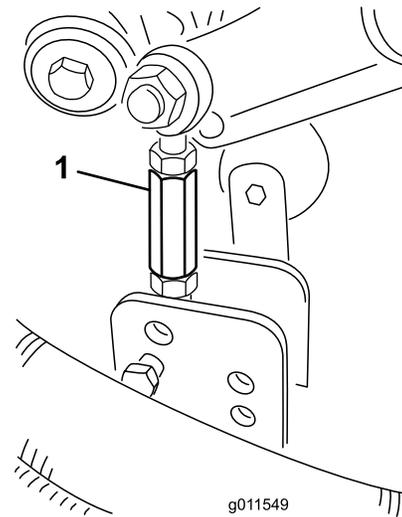

Figure 25
8. Enlevez les goupilles fendues et les axes de chape qui fixent les biellettes d'amortisseurs aux supports du plateau de coupe (Figure 25). Alignez les trous de la biellette d'amortisseur avec ceux du support de hauteur de coupe sélectionnés dans le bâti des plateaux de coupe (Figure 26), puis insérez les axes de chape et posez les goupilles fendues.